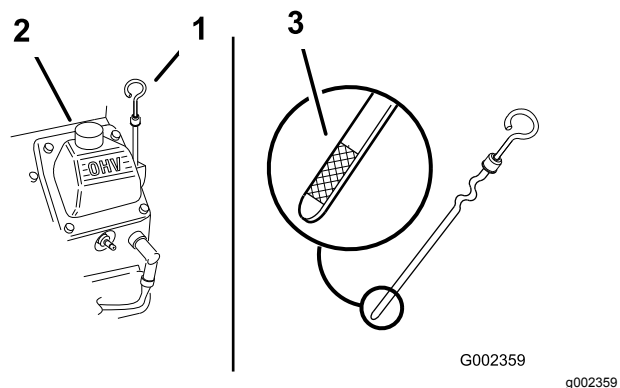

图 16
3. 清洁量油尺周围的区域图 16 防止灰尘落入注油孔并损坏发动机。
4. 拧下量油尺并将端部擦拭干净图 16。
5. 将量油尺完全滑入加油管但切勿旋回管子图 16。
6. 慢慢向加油管图 16注入规定油量的大约 80%。